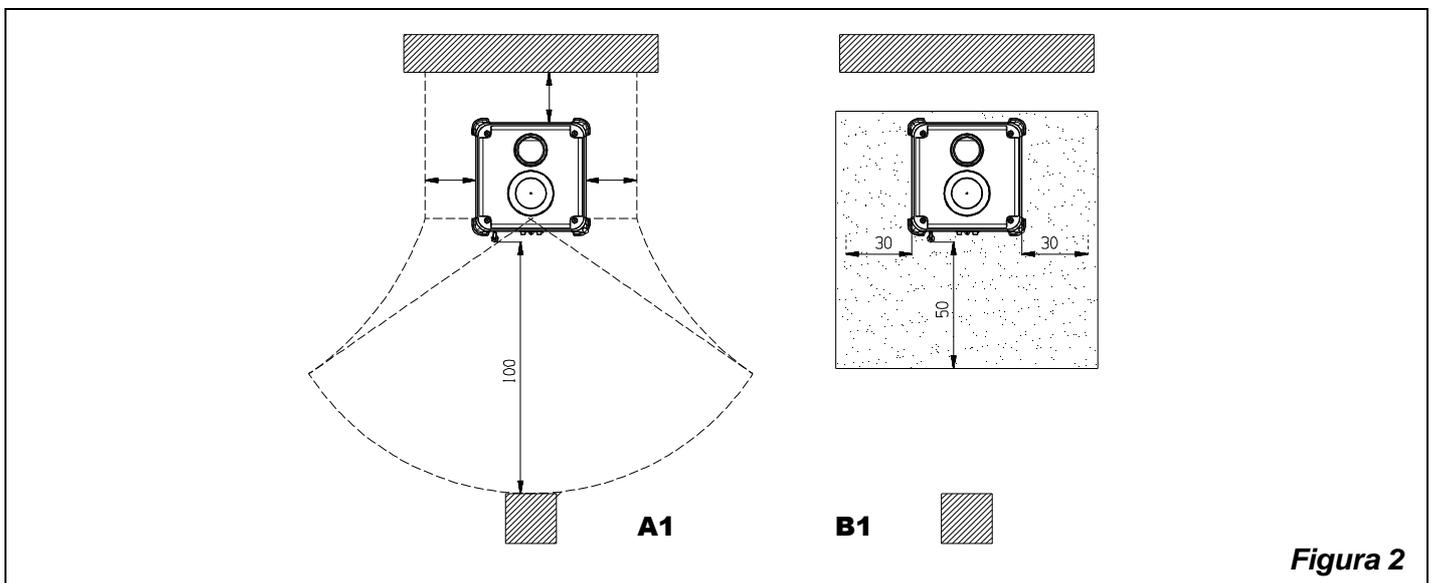

Figura 2
- Al fine di assicurare un sufficiente isolamento termico, rispettare la distanza minima di sicurezza dal retro e da entrambi i lati da elementi costruttivi ed oggetti infiammabili e sensibili al calore (mobili, rivestimenti di legno, stoffe ecc.) (vedi Figura 2 - A). **Tutte le distanze minime di sicurezza sono indicate sulla targhetta tecnica del prodotto e NON si deve scendere al di sotto dei valori indicati.**
- c) qualora il prodotto venga installato su un pavimento di materiale infiammabile, bisogna prevedere un sottofondo ignifugo. **I pavimenti in materiale infiammabile**, come moquette, parquet o sughero etc., **devono essere sostituiti** da uno strato di materiale non infiammabile, ad esempio ceramica, pietra, vetro o acciaio etc. (dimensioni secondo l'ordinamento regionale). Il sottofondo deve sporgere dall'apparecchio lateralmente di **30cm** e frontalmente di almeno **50 cm** oltre all'apertura della porta di carico (vedi Figura 2 B).